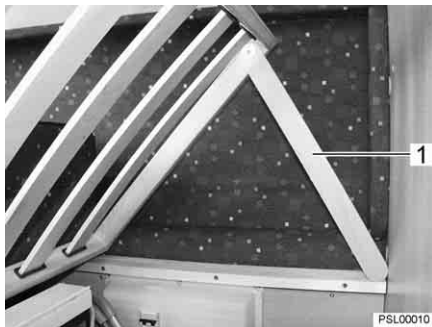

Fig. 27 Lit fixe
- Mettre en place les deux appuis (Fig. 27,1).
- Soulever le sommier à lattes jusqu'à la butée. Faire pivoter les appuis (Fig. 27,1).